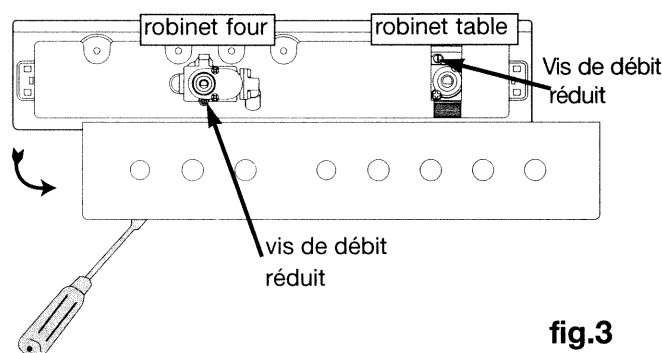

fig.3
- Avec un petit tournevis à lame, **vissez à fond** dans le sens des aiguilles d'une montre, la vis de débit réduit en laiton de chaque robinet (**fig.3**).
- Dévissez d'environ un tour la vis de débit réduit en laiton dans le sens inverse des aiguilles d'une montre (**fig.3**).